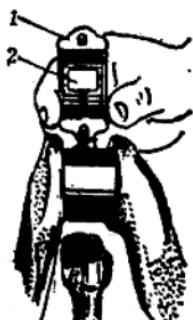

图1-7 用铜片检
1. 用宽度约10毫米、长度略小于轴瓦宽度、厚度相当于允许不修理间隙的软铜片，顺轴向放于轴瓦与轴颈之间（图1-7），用规定扭矩上紧后，在减压状态下试转曲轴（注意不要过分用力，以免损伤轴瓦），如能转动，则表明间隙过大。需更换轴瓦，或光磨曲轴后再选配轴瓦。